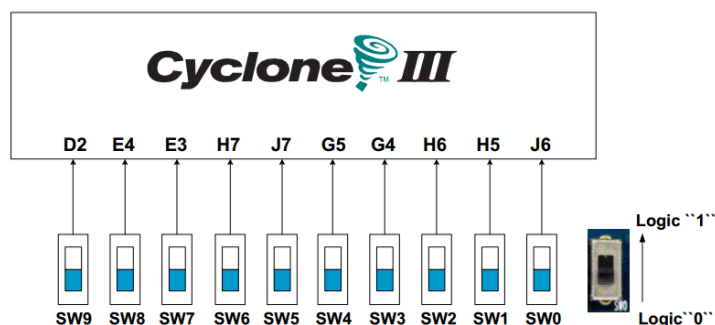

Рис.5
5) Подключите схему к плате DEO. Когда будете работать с окном планировщика выводов **Pin Planner** (рис. 1.44) сделайте в поле **Location** следующие назначения для входов в соответствии с картой назначения переключателей (Рис.5) на плате DEO: входу **SW0** назначьте вывод **J6**, входу **SW1** вывод – **H5**, входу **SW2** – вывод **H6**, входу **SW2** - вывод **G4**, выходам **LEDG0** – **J0**, **LEDG1** – **J1**.